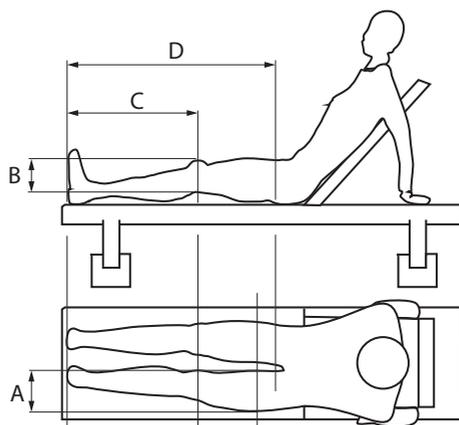
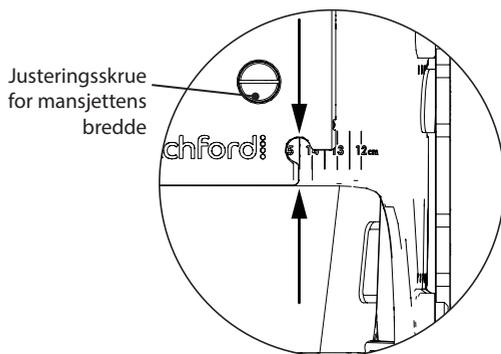

Fig. 13
Fig. 14
1. Plasser brukeren som vist i Fig. 13. Brukeren skal sitte komfortabelt på en horisontal behandlingsbenk.
3. Mål følgende (se avsnitt Fig. 13) mens det rammede benet ligger horisontalt. Ta med tykkelsen på klærne når du måler:
5. Løsne breddejusteringsskruene på nedre lårmansjett og leggmansjett, og skyv mansjettsidene likt sammen eller fra hverandre etter behov for å stille inn mansjettbredden til brukers maksimale lårbredde A (se Fig. 13) med centimeterskalaen på hver mansjett. Stram så justeringsskruene til 5 Nm for å feste mansjettene i posisjon. Se Fig. 14 for å finne ut hvordan du leser av skalaen på mansjettene.
Merk... Skalaene på mansjettene leses av ved pilen som vises i Fig. 14, der den indre vertikale kanten av den ytre mansjetten (rett under midten av hullet) er på linje med skalaen på den indre mansjetten. Eksempelet viser en breddeinnstilling på 14,5 cm for den nedre lårmansjetten.
2. Skyv de mediale og laterale forlengelsesskinnene ut/inn samtidig for å henholdsvis øke/senke høyden til skinnene like mye på medial og lateral side, til midtpunktene i kneet og følgeleddet er i samme nødvendige vertikale høyde (mål C i Fig. 13 minus beregnet forskyvning).
2. Forleng/trekk inn den øvre lårmansjetten og stroppen ved å løse låseskruene for forlengelse på den laterale, øvre, forlengbare sideskinnen for kneet, og skyv på skinnen slik at den øvre lårstroppen på den mediale siden er ca. 5 cm nedenfor lysken (tilsvarende brukerens innerbenslengde D i Fig. 13).